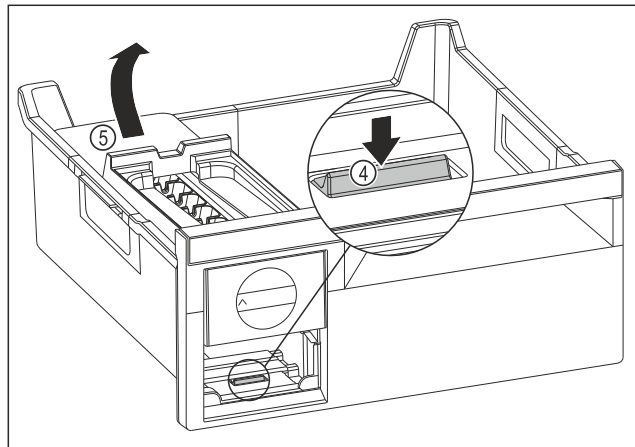

Fig. 145
- ▶ EasyTwist-Ice-corpus wegnemen: Strip Fig. 145 (4) met uw vinger omlaag drukken en gelijktijdig met de andere hand de EasyTwist-Ice-corpus Fig. 145 (5) van achteren optillen.